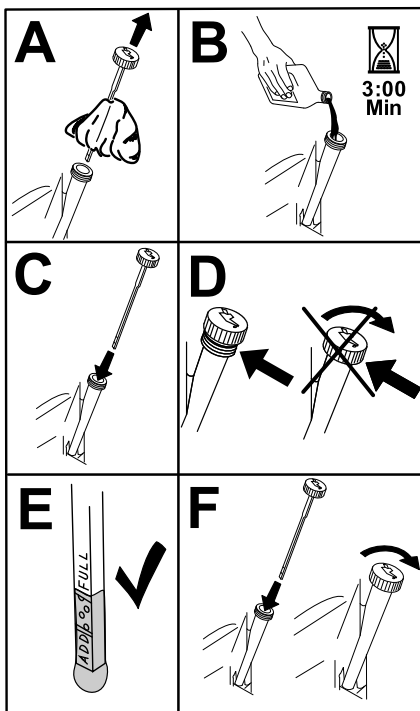

Bild 43
5. Gießen Sie langsam ungefähr 80 % der angegebenen Ölsorte in den Einfüllstutzen und füllen Sie dann vorsichtig mehr Öl ein, um den Ölstand an die **Voll**-Markierung zu bringen (Bild 43).